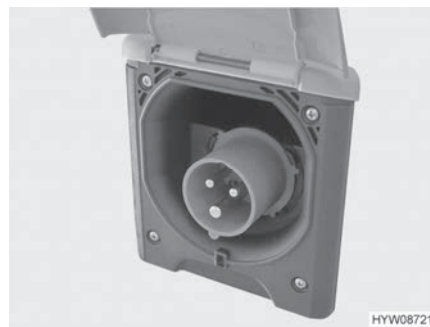

Bild 52 230 V-anlutning på fordonet (CEE-uttag)
- Öppna höljet på 230 V-anlutningen i fordonet (Bild 52) och stick in stickkopplingen. Kontrollera så att låsklacken i den fjäderspända klapplocket är ikopplad.